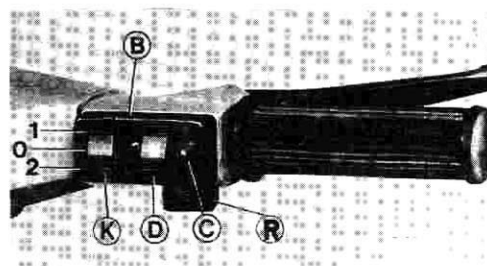

Fig. 34 E
Se aconseja mantener la batería constantemente limpia, sobre todo en su parte superior; asimismo proteger las conexiones y los bornes con **vaselina**. (Fig. 34).
- Mando por pulsador «P», en el lado derecho del manillar (Fig. 34).